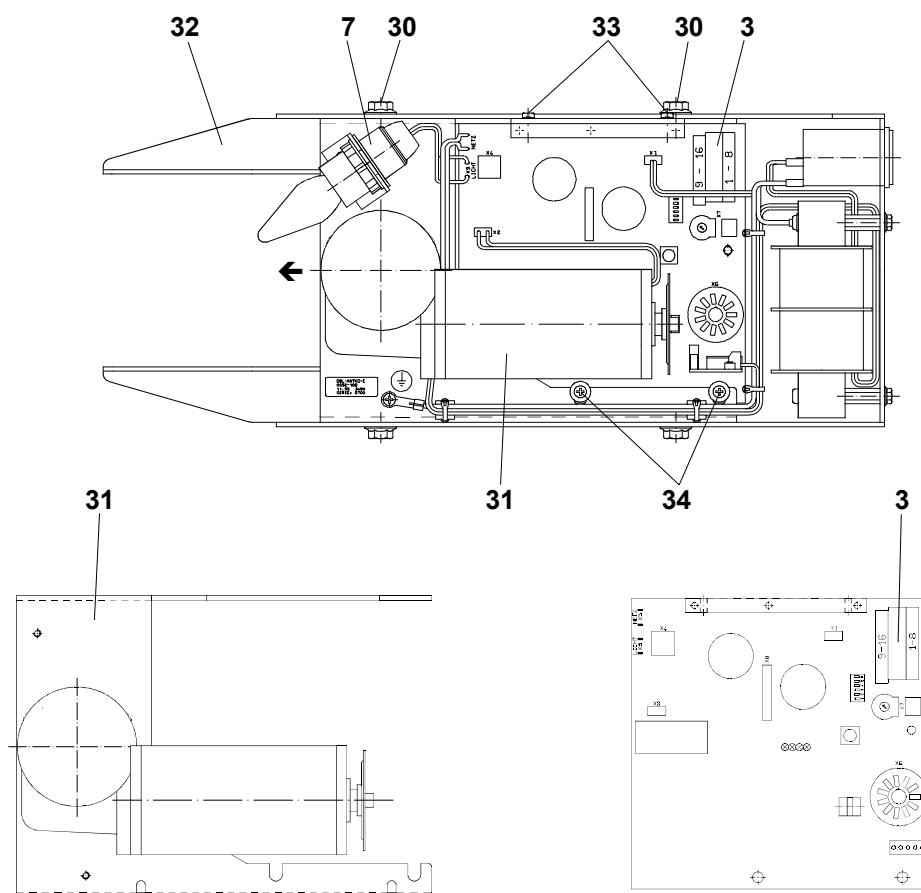

Fig. 15
- Desserrer les vis à tête six pans avec nervures (30).
- Pousser l'unité motrice (31) et la commande (3) à l'avant, en direction de la flèche, et décrocher la chaîne du pignon à chaîne.
- Sortir l'unité motrice entière (31) avec la commande (3) du caisson (32).
- Desserrer les vis à fentes en croix (33) et (34) de la commande (3) et détacher la commande (3).
- Dévisser le culot (7). Fig. 15